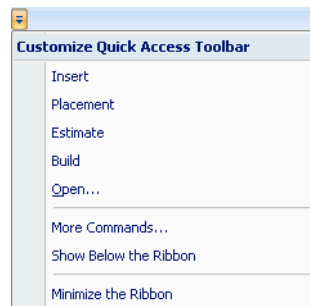

Figure 5-62: Menu *Personnaliser la barre d'outils d'accès rapide*
- Dans le menu *Customize Quick Access Toolbar* (Personnaliser la barre d'outils d'accès rapide) (voir la figure 5-62 à la page 5-48), sélectionnez *More Commands* (Plus de commandes).